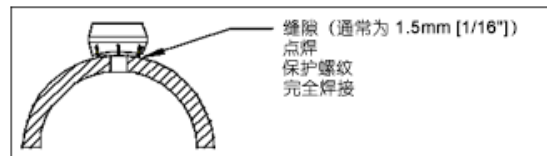

图 3: 焊接缝隙
- 确保正确的焊接缝隙（通常为 1.5mm [1/16"]），通过点焊将螺纹连接焊接座固定到位（如图 3 所示）。